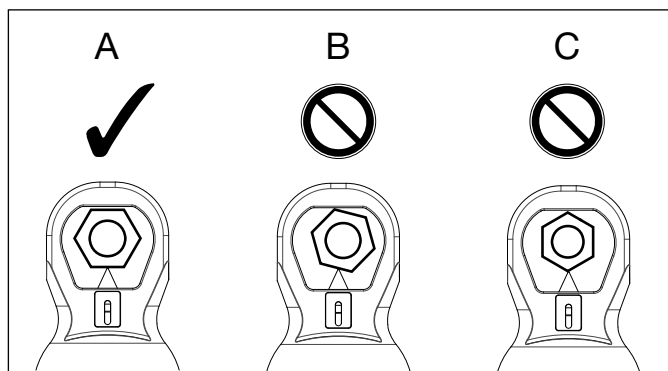

Figura 7: Posizionamento della testa di taglio
6. Posizionare la testa di taglio sul dado, assicurandosi che la superficie piatta della lama poggi contro una delle facce piatte del dado. Centrare il dado all'interno della testa di taglio in modo che la lama possa penetrare al centro della faccia piatta del dado. Vedere la Figura 7, vista "A".